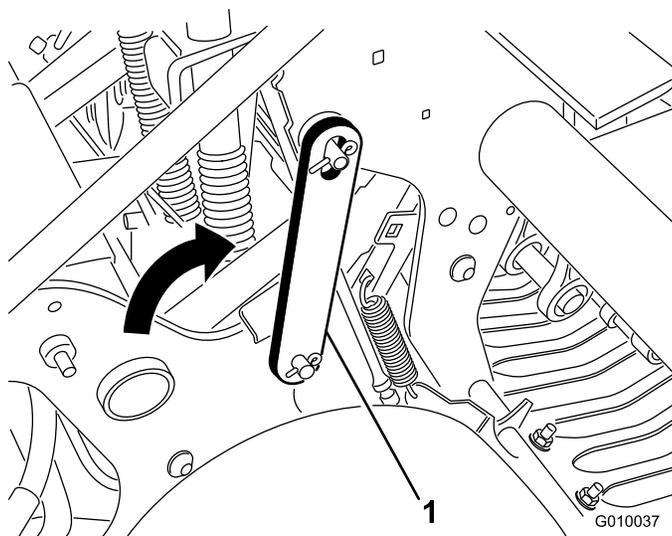

図 22
3. ラッチを後ろ向きに回転させて、コアリング・ヘッドのピンにはめ込む(図 22)。クリップ・リングで固定する。